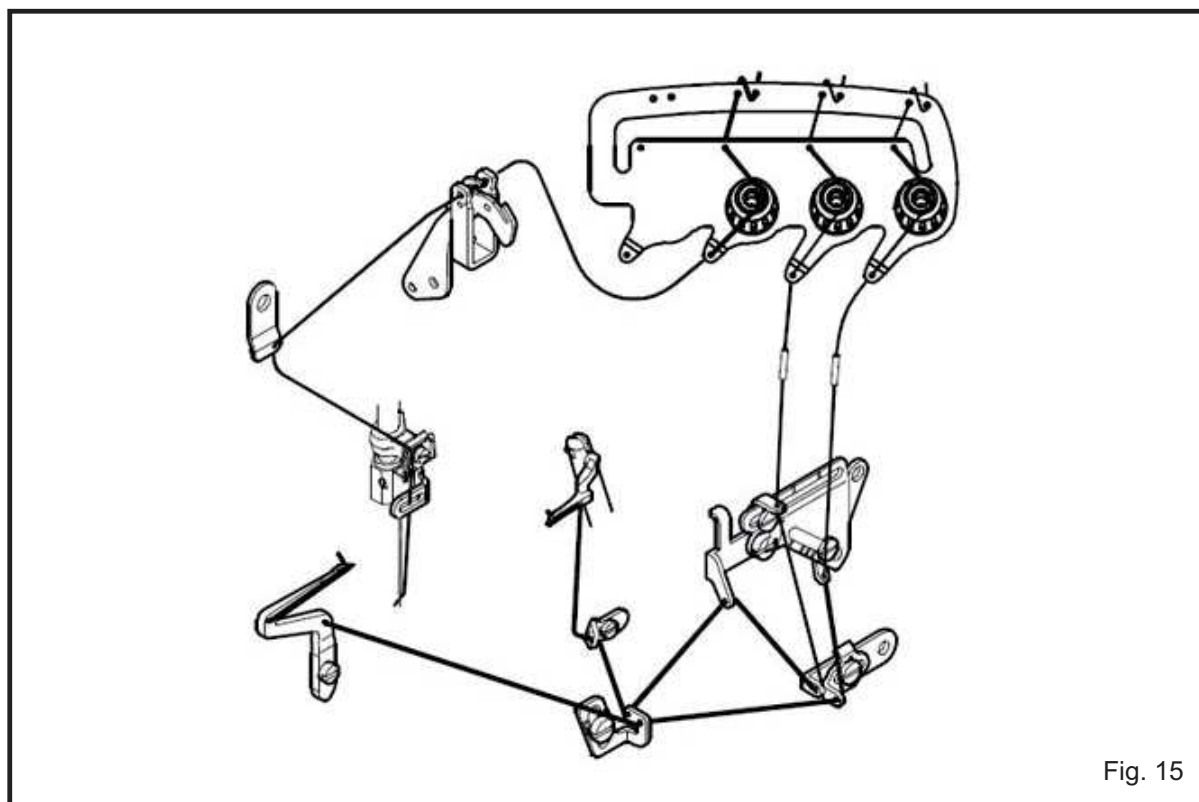

Fig. 15
1. Somente para três fios 737 (Fig. 15)